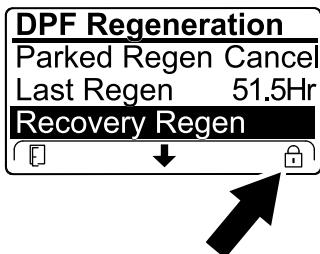

Рисунок 48
- Если компьютер двигателя не запрашивал восстановительную регенерацию, а вы перешли вниз к опции RECOVERY REGEN (Восстановительная регенерация), восстановительная регенерация будет заблокирована и в нижнем правом углу дисплея инфо-центра появится значок «Замок» (Рисунок 48).